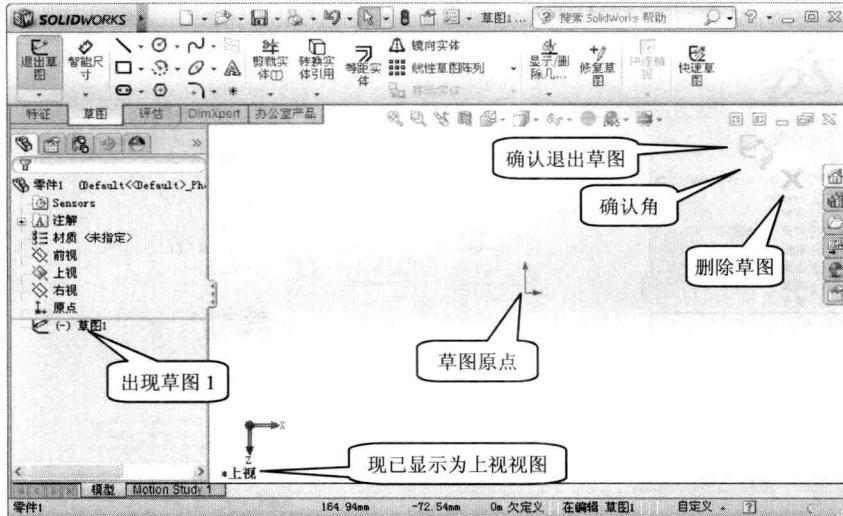
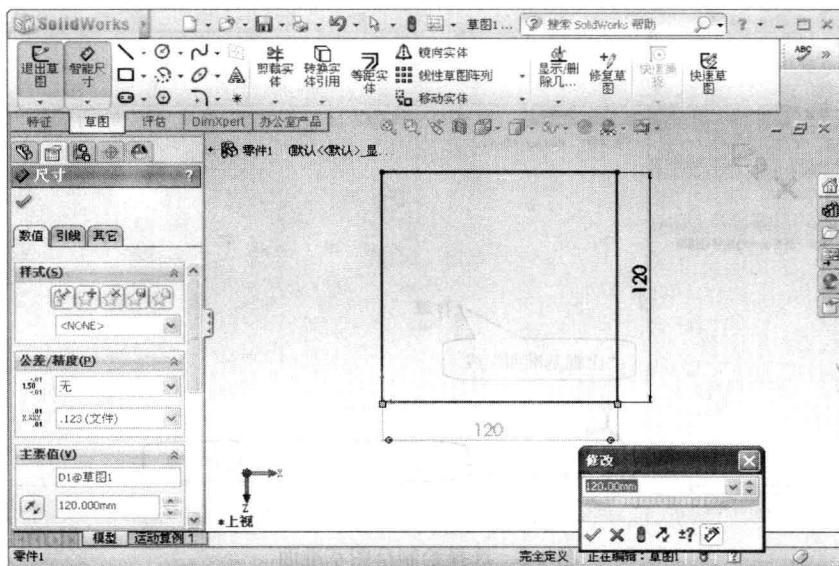

图 1-9 系统进入“草图 1”绘制状态
图 1-10 绘制草图并标注尺寸
(2) 移动光标到“上视基准面”线上单击，显示发生更改，上视基准面对着用户，同时在控制区回退控制棒下面出现“草图 1”，如图 1-9 所示。
(3) 单击“草图绘制”工具栏上的“边角矩形”按钮 ，将指针移到草图原点处。当指针变为 时，表示指针正位于原点上。
(4) 单击原点 处（确定矩形的第一个角点），然后移动指针到另一角点（注意：当移动指针时，指针显示了该矩形的尺寸），再次单击即完成矩形绘制。
(5) 单击“智能尺寸”按钮 ，指针变为 ，单击水平边线，下移鼠标，出现该边线的尺寸，单击确定尺寸线的位置，系统弹出“修改”对话框，用键盘输入“120”，单击“确定”按钮 。同理标注竖直边线尺寸，尺寸数值为“120”，如图 1-10 所示。